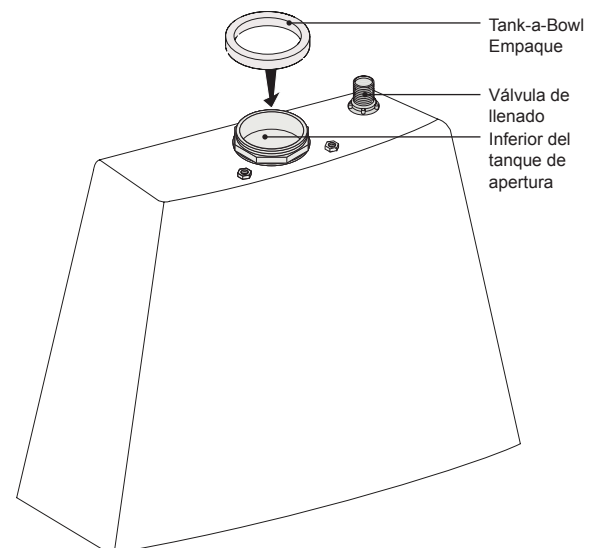

Figura 9
- ❶ Gire el tanque hacia abajo y presione la junta del depósito-a-bol en su lugar sobre el depósito de menor apertura (Figura 9).
- ❷ Gire el depósito de nuevo (la parte derecha arriba).